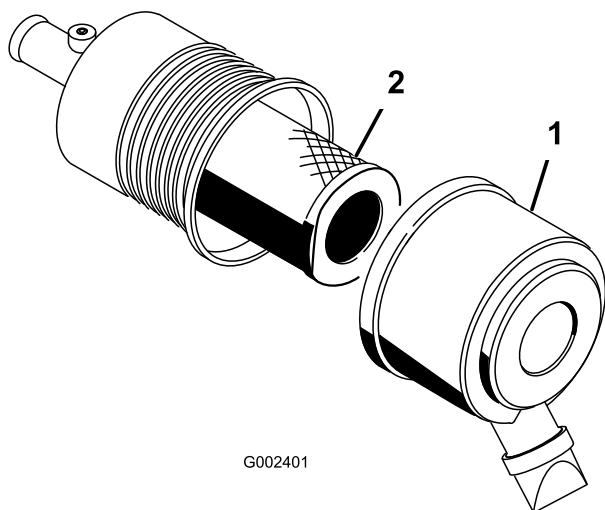

Figura 42
1. Abra los cierres del limpiador de aire y tire de la tapa de la entrada de aire para separarla del cuerpo del limpiador de aire (Figura 42).
3. Extraiga con cuidado el filtro primario del cuerpo del limpiador de aire (Figura 42).
6. Si va a cambiar el filtro de seguridad, deslice cuidadosamente el filtro nuevo en la carcasa del filtro (Figura 42).
7. Deslice cuidadosamente el filtro primario por encima del filtro de seguridad (Figura 42).
8. Instale la tapa del limpiador de aire con el lado hacia arriba, y fije los cierres (Figura 42).